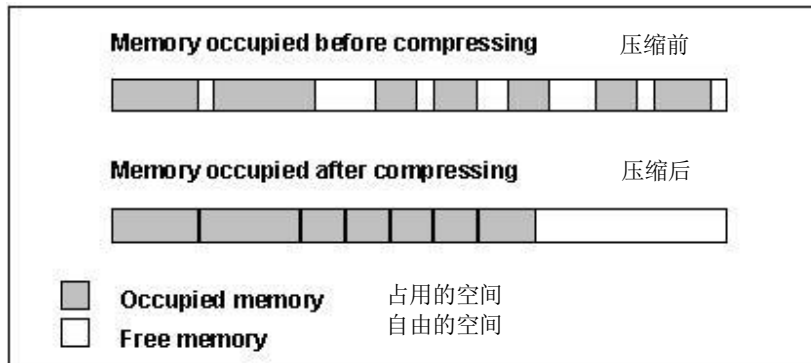

图2-4
3. 在 S7-400 CPU 中在线删除和重新加载块后，可能会在用户存储器(装载存储器和工作存储器)中产生间隔，从而减少可使用的存储区域。经过一段时间的反复下载后，会提示存储空间不足，这时需要使用压缩功能（Compressing），可将现有块在用户存储器中无间隔地重新排列，并创建连续的空闲存储空间。下图显示了存储器占用的块是如何通过压缩功能移位到一起的(如图 2-4)。只有在 STOP 模式下压缩存储器时，所有的间隔才靠拢。